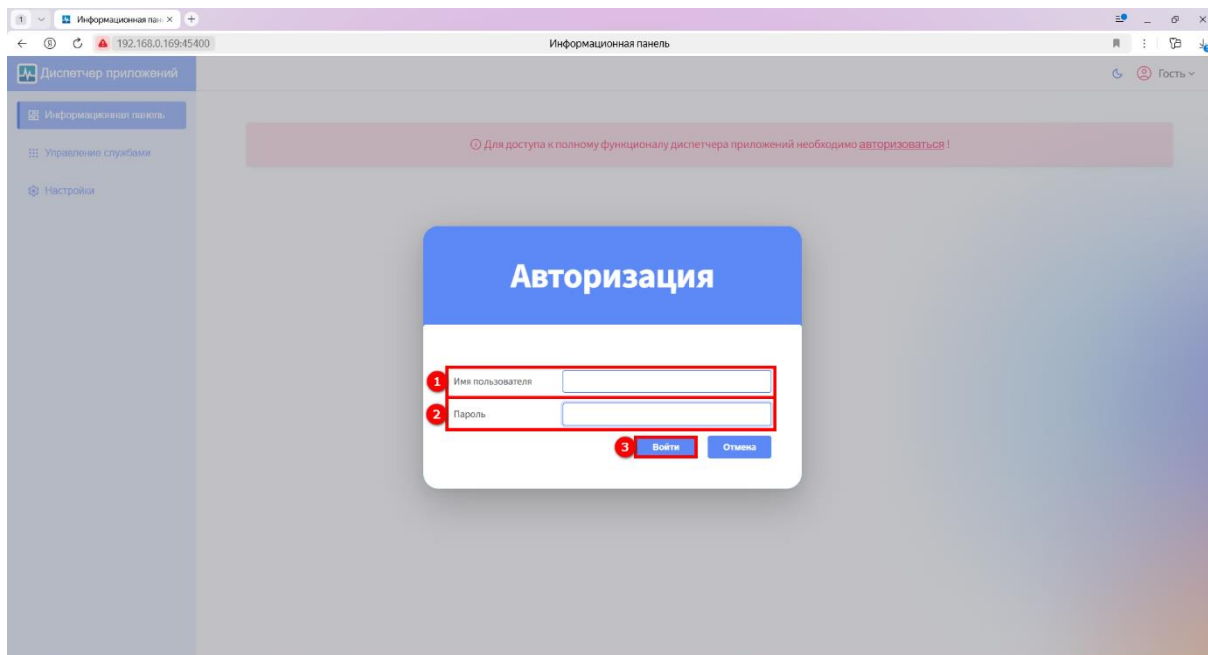

Рисунок 4 – Окно авторизации RadioAccess 4
В открывшемся окне авторизации ввести данные в поля **Имя пользователя** (1) (см. рисунок 4) и **Пароль** (2) и нажать кнопку **Войти** (3).